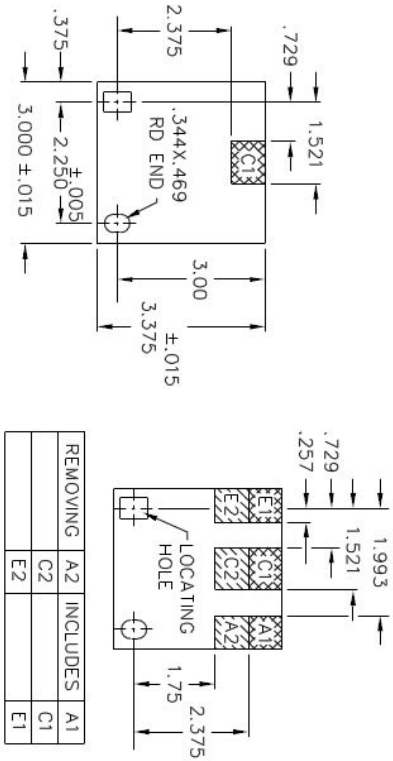

FIGURE 1
1. MAKE BLANK PLATE PER FIGURE 1.